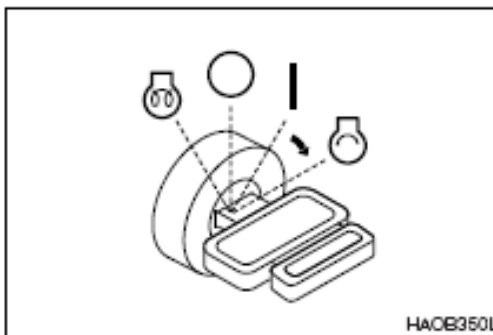

Figura 4
4. Gire la llave de contacto a - "ENCENDIDO" (Figura 4). El motor debe arrancar en aproximadamente 5 segundos.